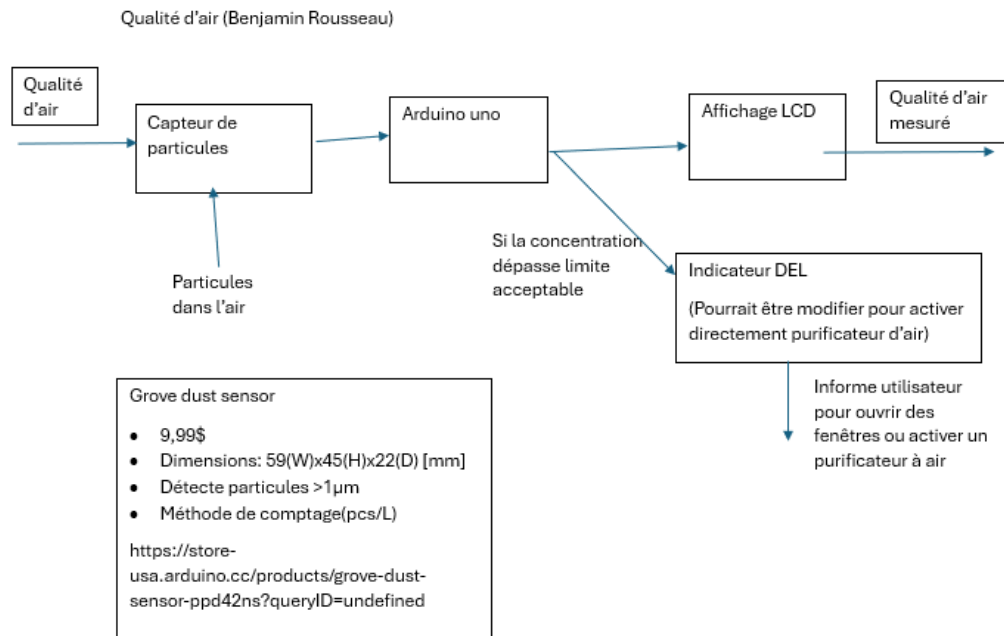

Figure 9 : schémas de conception du système de qualité d'air
- **Capteur de la qualité de l'air** : Grove Dust Sensor (voir figure 9)